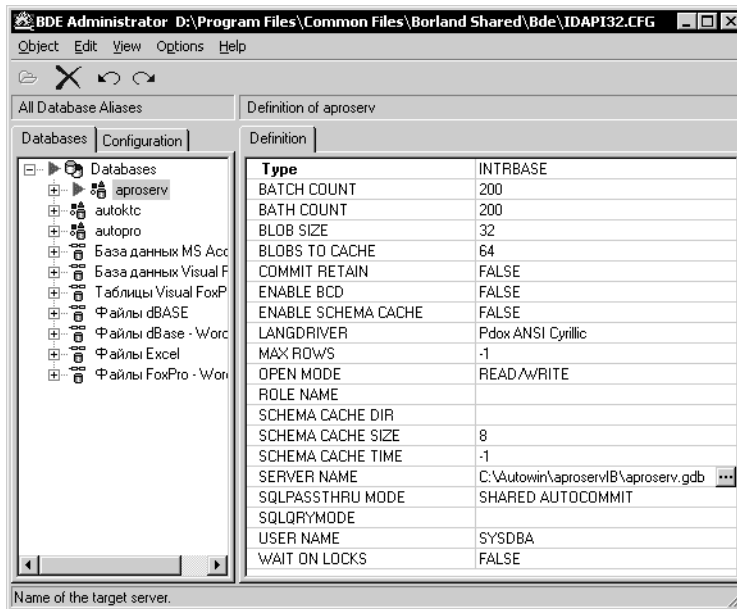

Рис. 1.7. Регистрация серверной базы данных
6. Установите курсор на алиас «aproserv» (рис. 1.7). В правой части формы в поле SERVER NAME должна присутствовать строка «C:\autowin\aproserve\B\aproserve.gdb» (если при установке был выбран вариант **Полная установка**).